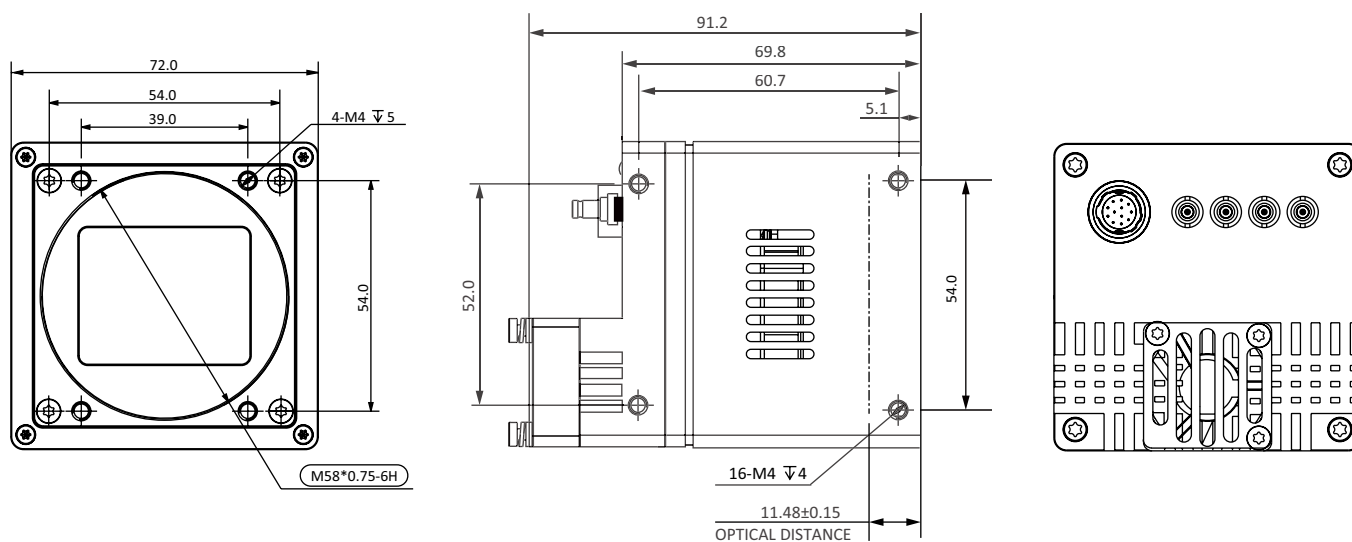

图 1-7: 72 * 72 * 69.8mm 相机的物理尺寸 (M58 接口)。
- $72 \times 72 \times 69.8\text{mm}$ M58 接口相机尺寸图如图 1-7 所示。